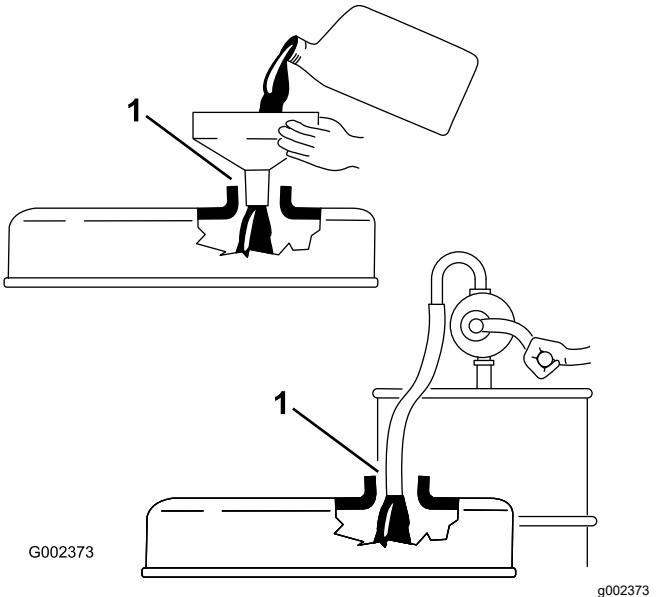

図16
**重要** エンジンオイルを補給する時には、補給口とジョウゴなどの間に図16に示すようなすき間が必要です。これは補給の際に通気を確保し、オイルがブリーザ内部に侵入しないようにするためです。